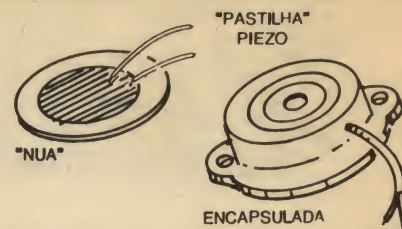

Fig.2
- FIG. 2 - A CÁPSULA PIEZO MINI - Embora existam cápsulas piezo de tamanho mais avantajado, normalmente utilizadas como "microfones de cristal" (e que, graças às característi-